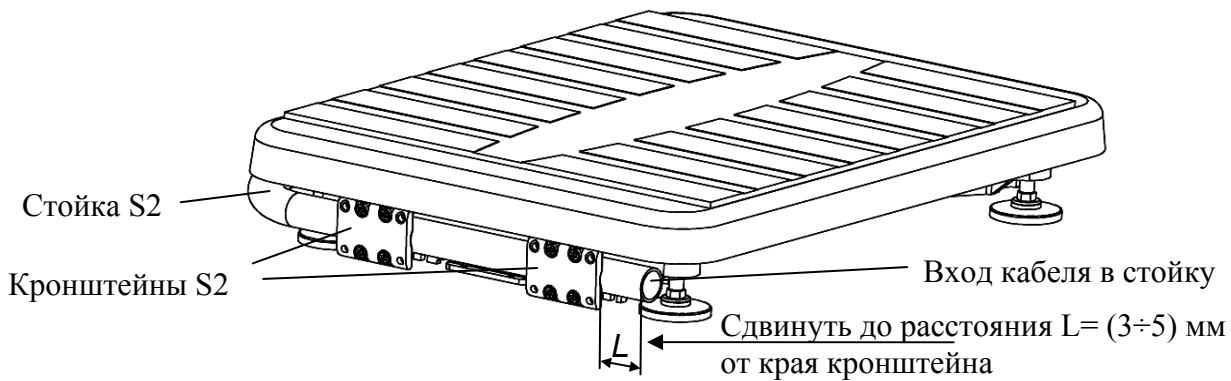

Рисунок 6.2 - Крепление круглой вращающейся стойки к основанию весовой платформы
- в основании весов сдвинуть стойку в направлении указанном стрелкой (рисунок 6.2), обеспечив расстояние $L = (3 \div 5)$ мм от ее края до края кронштейна;
- излишек кабеля на входе в стойку (рисунок 6.2) заправить внутрь стойки.